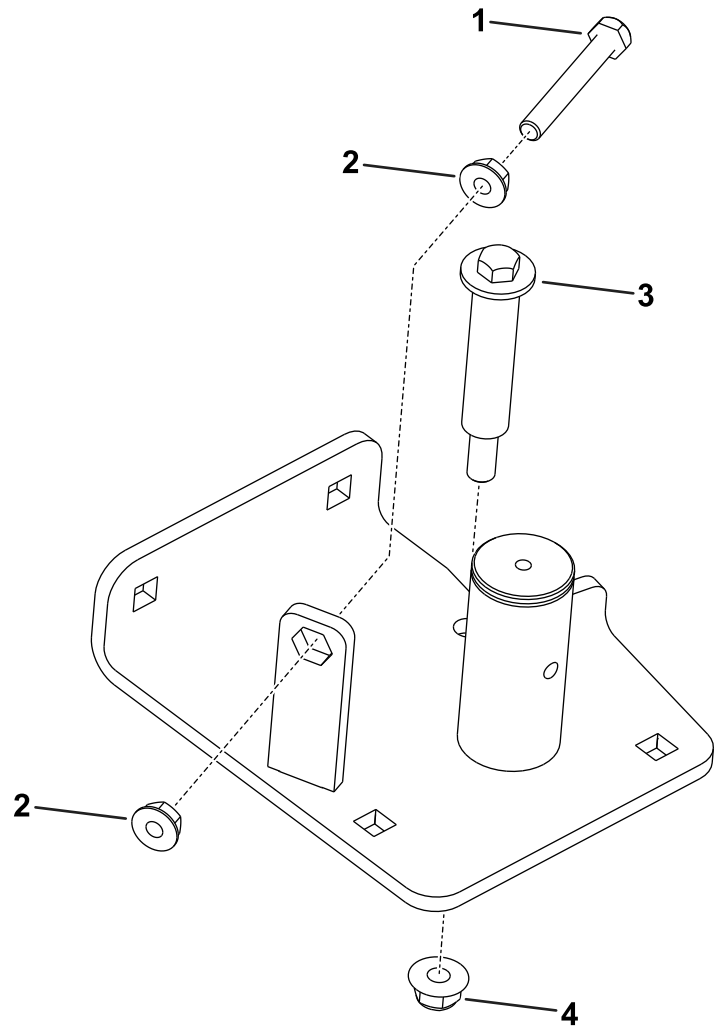

Figura 5
1. Utilice 2 tuercas con arandela prensada ($\frac{5}{16}$ " para fijar el perno de cabeza hexagonal al nuevo conjunto de pivote de polea tensora (Figura 5).
5. Instale una tuerca con arandela prensada ($\frac{3}{8}$ " y un perno de cuello largo en la placa de pivote de la polea tensora (Figura 5).